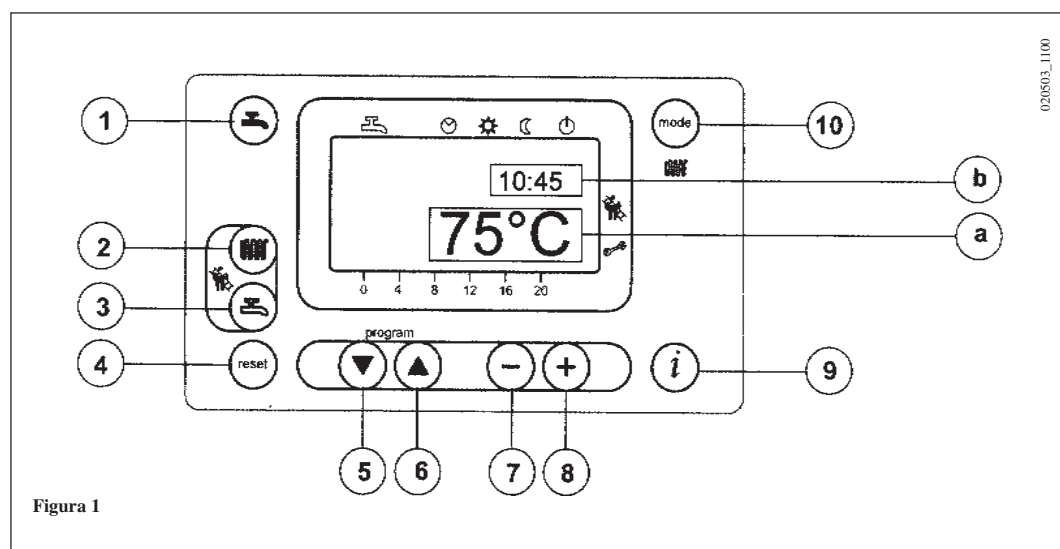

Figura 1
- Premere il tasto (🚿) (2- figura 1) per impostare la temperatura dell'acqua di riscaldamento;
- premere uno dei due tasti (🚿) (mode) (1 o 10 - figura 1) per memorizzare e ritornare al menù principale.
N.b – Con sonda esterna collegata, mediante il tasto (🚿) (2 – figura 1) è possibile effettuare la traslazione della curva di riscaldamento. Premere i tasti (−) (+) per diminuire o aumentare la temperatura ambiente del locale da riscaldare.
- Premere il tasto  (3- figura 1) per impostare la temperatura massima dell'acqua sanitaria;
- premere uno dei due tasti   (1 o 10 - figura 1) per memorizzare e ritornare al menù principale.